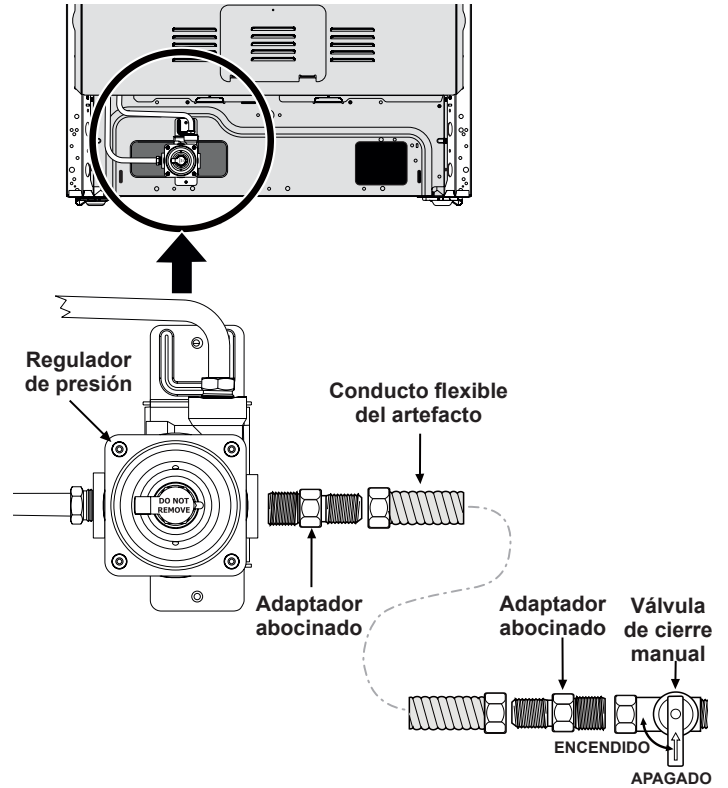

Fig. 8 - conexiones de suministro de gas
- Instale una válvula manual externa para cierre de gas hacia la línea de suministro de gas que tenga una ubicación de fácil acceso fuera de la cocina. Asegúrese de conocer dónde y cómo se cierra el suministro de gas hacia la cocina (Vea Fig. 8).
- Instale un adaptador para unión de campana de 1/2" hacia el válvula manual del unidad usado NO MAS DE 15pies/lbs de torque. (Vea Fig. 8).
- d. Instale el adaptador de la unión de campana hacia la válvula manual externa de cierre (Vea Fig. 8).
- e. Conecte el flexible conducto a la unión de campana en la válvula manual externa de cierre (Vea Fig. 8).